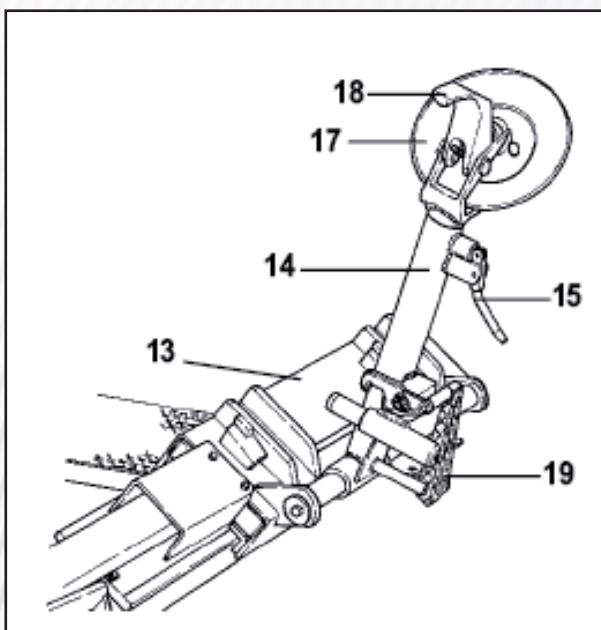

Рисунок 22
- 3) Убедитесь в том, что съемный рычаг находится с боковой стороны колеса. Если нет, нажмите на рычаг 19 (рис.22) и поверните его на 180°.
- 1) Установите кронштейн съемного рычага 14 (рис.22) в не рабочее положение. Подведите его к внешней стороне колеса и установите рычаг.
- 2) Вращайте колесо и одновременно вставляйте съемный рычаг 18 (рис.22) между ободом и бортиком, пока он не зафиксируется в этом положении.
7) Убедитесь в том, что съемный рычаг установлен на боковой стороне колеса. Если нет, нажмите на рычаг 19 (рис.22) и поверните его на 180°.
12) Рукояткой 19 (рис.22) поверните съемный рычаг на 180°.
21) Установите кронштейн съемного рычага 14 (рис.22) в рабочее положение.
3) Опустите кронштейн зажимного устройства 14 (рис.22), пока оно не зафиксируется в нужном положении.
8) Отведите кронштейн съемного рычага 14 (рис.22) от обода. Отпустите рукоятку и установите кронштейн в не рабочее положение.
9) Нажмите на рычаг 19 (рис.22) и поверните лапку съемного рычага на 180°, которая при этом автоматически зафиксируется. Установите кронштейн в рабочее положение.